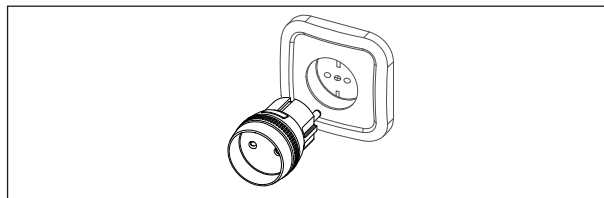

Abb. 2 Anschluss Steckdose
- Stecken Sie die WMS Steckdose in eine Schutzkontaktsteckdose ein (siehe Abb. 2).